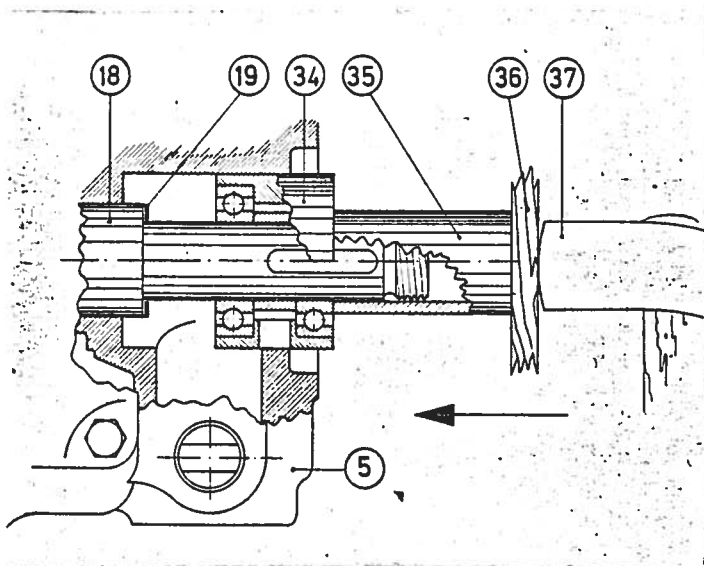

FIGUR 10.
Figur 10 gjelder montering av ny oljetetningsring (pos. 38)